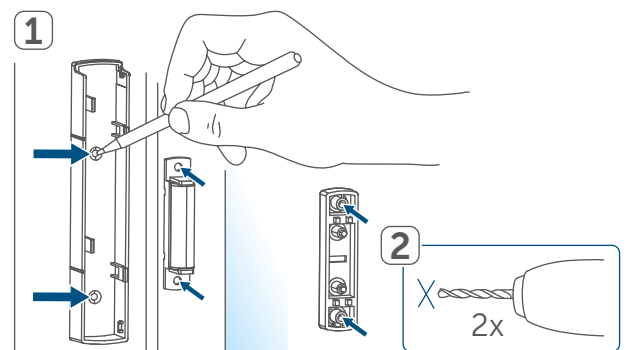

Figure 9
- Détachez le support (A) du module électronique (B) en le poussant vers le haut et en le retirant vers l'avant (*→voir figure*).
- Insérez deux piles neuves de 1,5 V LR03/Micro/AAA dans le compartiment à piles (F) conformément aux repères de polarité (voir Figure 9).